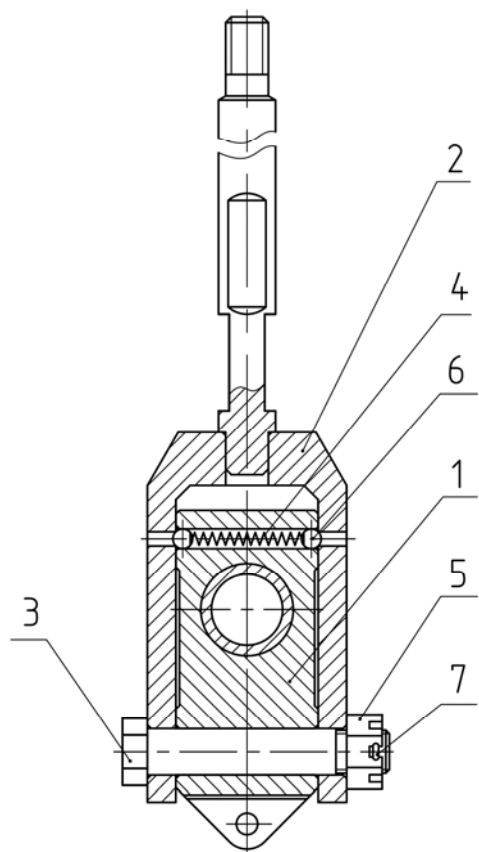

Рис.4.45 Сварной рычаг.
Сварной рычаг (2), (рисунок 4.45), устанавливается на ступицу (1) с помощью болта (3), гайки (5) и шплинта (7). Внутри ступицы (1) установлены два шарика (6) и пружина (4), обеспечивающие три фиксированные позиции.
5) для разборки рычага расшплинтуйте и открутите гайку (5), (рисунок 4.45), и выпрессуйте болт (3);
- 3) достаньте пружину (9), смотри (рисунок 4.45).